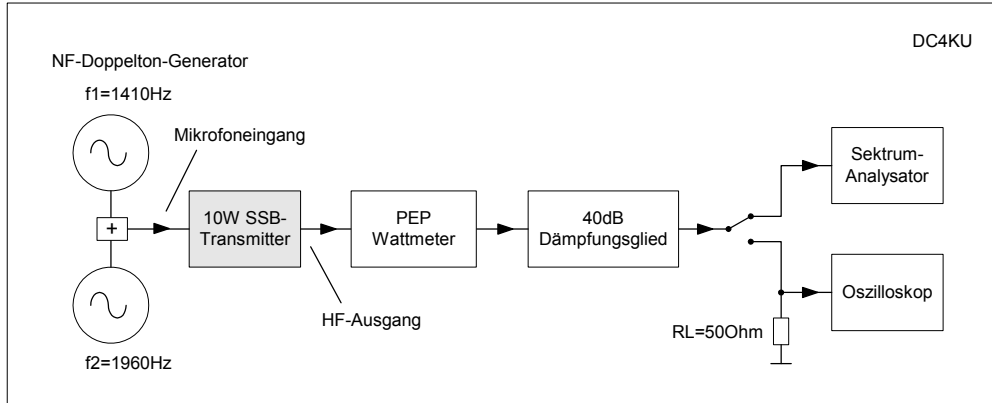

Bild 10: Messaufbau der Intermodulationsmessung an einem SSB-Transmitter
Den Messaufbau zur Intermodulationsmessung einer Leistungsendstufe (PA) zeigt Bild 8. Die Ansteuerung erfolgt über den HF-Doppelton-Generator aus Bild 10 mit  $2 \times -6\text{dBm}$ . Die verwendete PA verstärkt das Signal um  $40\text{dB}$  auf einen Pegel von  $2 \times 34\text{dBm}$  ( $2 \times 2,5\text{Watt}$ ). Als Messergebnis zeigt Bild 9 das um  $40\text{dB}$  gedämpfte Ausgangssignal der Endstufe am Eingang des Spektrumanalysators.
Den Messaufbau der Intermodulationsmessung des SSB-Transmitters zusammen mit der QRP-Endstufe zeigt Bild 10. Im Beispiel arbeitet der Sender im 40m-Band bei 7MHz. Dem Ausgang des Senders folgt ein 40dB-Dämpfungsglied, damit der Analysator vor zu hohen Spannungen geschützt ist. Als Leistungsmessgerät kann zusätzlich ein SWR-Wattmeter zwischen geschaltet werden.